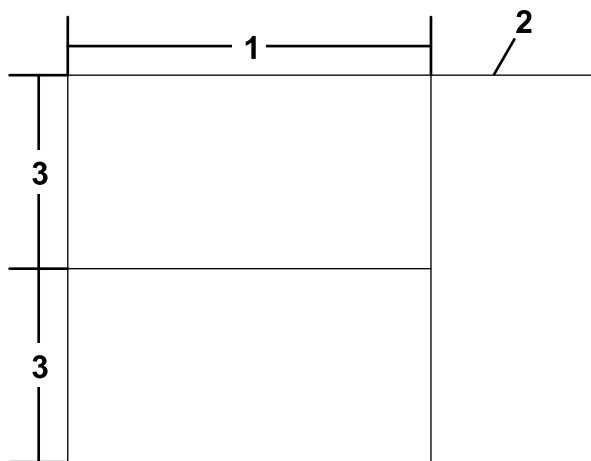

Bild 14
7. Kürzen Sie die mittlere Lamelle so, wie in Bild 14 dargestellt.